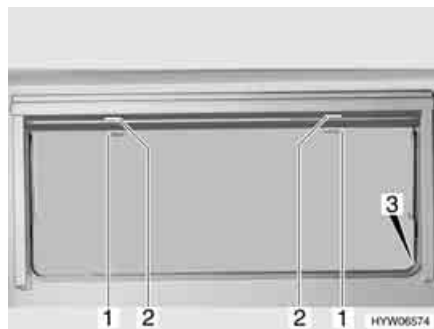

Fig. 57 Finestra apribile
- Tirare verso il basso l'oscurante a rullo accompagnandolo con la maniglia (Fig. 57,2). Quando si chiude completamente l'oscurante a rullo esso va agganciato da entrambi i lati al telaio della finestra nell'apposito elemento di fissaggio (Fig. 57,3).
- Quando l'oscurante a rullo è completamente chiuso: Spingere la maniglia (Fig. 57,2) verso il basso tirandola leggermente verso l'interno. Sganciare l'oscurante a rullo dagli elementi di fissaggio a destra e a sinistra del telaio della finestra.
- Quando l'oscurante a rullo si trova in posizione intermedia: Tirare la maniglia (Fig. 57,2) leggermente verso il basso finché l'elemento di fissaggio non si è sganciato.
- Tirare la maniglia (Fig. 57,1) della zanzariera a rullo verso il basso e agganciarla all'elemento di fissaggio (Fig. 57,3) su entrambi i lati del telaio della finestra.
- Spingere la maniglia (Fig. 57,1) verso il basso tirandola leggermente verso l'interno. Sganciare la zanzariera a rullo dagli elementi di fissaggio a destra e a sinistra del telaio della finestra.